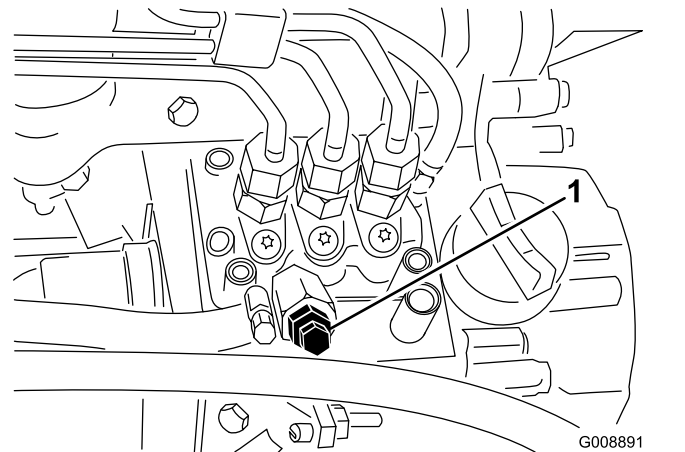

Figura 51
4. Deurbați urubul pentru purjarea aerului de pe pompa de injecție de combustibil (Figura 51).